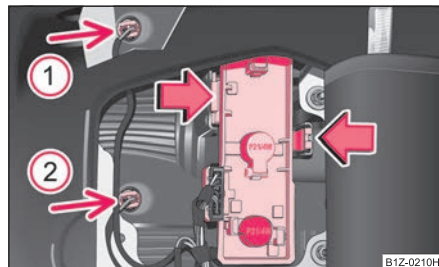

Fig. 248 Demontarea suport-
- Apăsați elementele de fixare în sensul săgeții și scoateți suportul cu becuri ⇒ fig. 248.
- Scoateți becul defect (săgeata ① resp. ② ⇒ fig. 248) din carcasă și înlocuiți-l cu unul nou.
- Scoateți becul defect (săgeata ① resp. ② ⇒ pagina 263, fig. 248) din carcasă și înlocuiți-l cu unul nou.